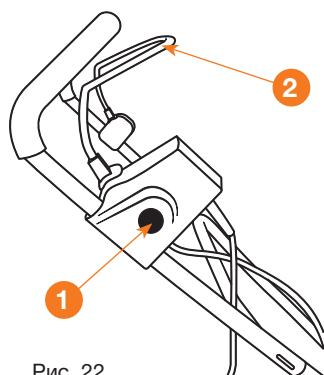

Рис. 22
- Нажмите и удерживайте кнопку блокировки включения ① (Рис. 22).
- Продолжая удерживать кнопку блокировки включения ①, прижмите скобу включения двигателя ② к рукоятке (Рис. 22). Двигатель заработает и фрезы начнут вращение.
- Отпустите кнопку блокировки включения ①, продолжая прижимать скобу включения двигателя ② для обработки участка.
- Для остановки двигателя отпустите скобу включения двигателя ②.